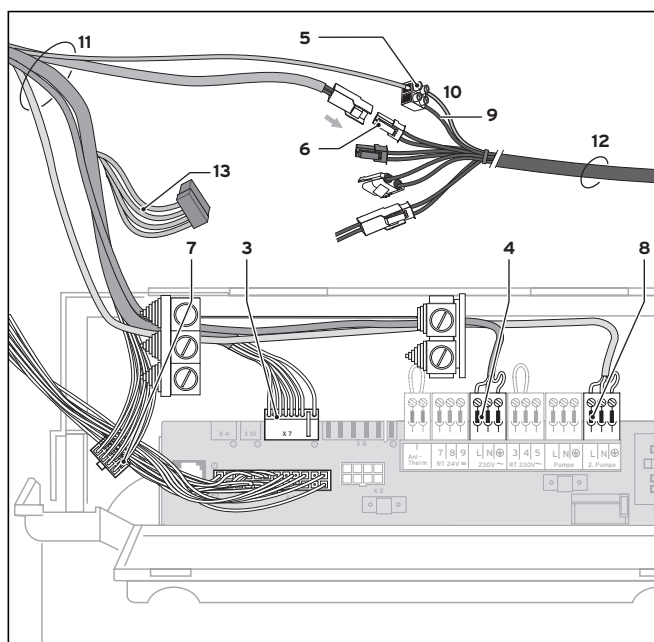

Рис. 5.4 Электрическое подключение ecoVIT/2 и iCoVIT/1
- Используйте правильный краевой штекер (см. пояснение к рис. 5.4 и 5.5, поз. 3 или 13). Удалите маркировку краевого штекера и вставьте его в плату. Проверьте правильность посадки.